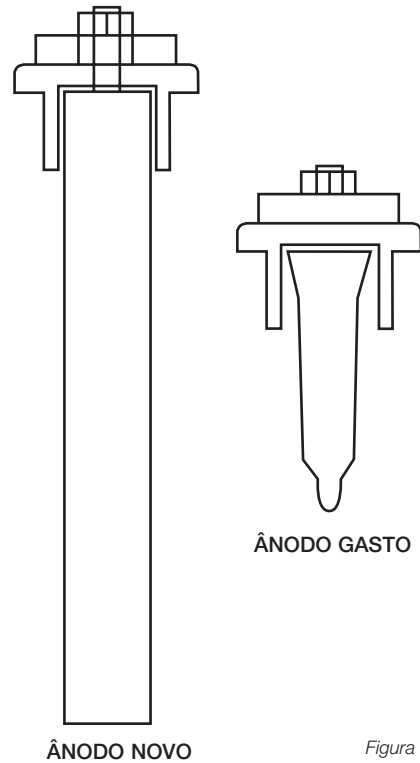

Figura 7.
- 5- O ânodo de magnésio do depósito de água deve ser verificado a cada dois anos e substituído quando acabar a validade. Consulte na figura 7 como substituir a haste do ânodo. Certifique-se de abrir de vez em quando a válvula de escape do depósito de água para limpar a acumulação de sedimentos através do filtro.